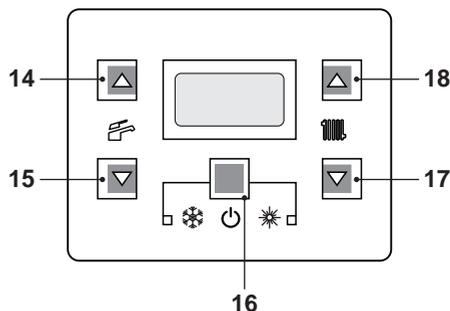
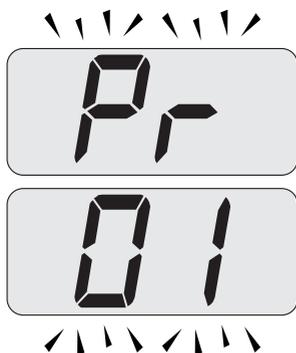

Figura 9.21
Figura 9.22
- Entrare in "modalità programmazione" premendo contemporaneamente per 10 secondi i tasti 16- 17- 18(Figura 9.21) fino a far apparire sul display LCD le lettere **Pr** che si alternano con il codice **01** indicanti l'entrata nel "parametro 01"(Figura 9.22).
- Premere contemporaneamente i tasti 16e 18(Figura 9.21) fino a far apparire sul display LCD il valore del parametro 01 (Figura 9.23) (14=M160.1212 SV/.., 16=M160.2525 SV/.. o 17=M160.3030 SV/..).
- Premendo contemporaneamente i tasti 16e 17(Figura 9.21) si esce senza modificare il valore (ritorno alla lista parametri Figura 9.22)
- Premendo contemporaneamente per 10 secondi i tasti 16- 17- 18(Figura 9.21) si esce dalla "modalità programmazione".